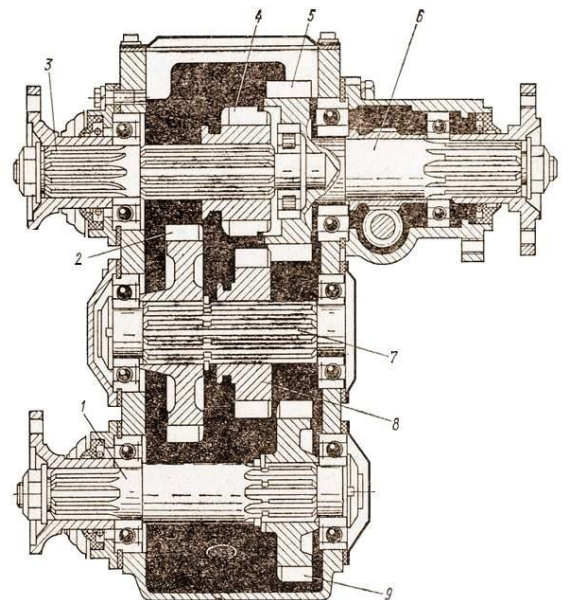

Рис.200
48. Какой агрегат показан на рис.200?
49. Цифрой 3 на рис.200 обозначен:
50. Цифрой 5 на рис.200 обозначена:
51. Цифрой 1 на рис.200 обозначен:
52. Какой цифрой на рис.200 обозначена шестерня включения переднего моста?
53. Цифрой 2 на рис.200 обозначена шестерня:
54. Цифрой 4 на рис. 200 обозначена шестерня:
55. Какой цифрой на рис.200 обозначена шестерня переднего моста?
56. Цифрой 6 на рис.200 обозначен:
57. Цифрой 7 на рис.200 обозначен:
58. Какой цифрой на рис.200 обозначена шестерня-каретка?
крутящий момент на задний мост передается через шестерни (рис.200):
60. В каком ответе правильно указаны шестерни (рис.200), через которые крутящий момент передается на передний мост при, включении понижающей передачи в раздаточной коробке?
61. В каком ответе правильно указаны шестерни (рис.200), через которые крутящий момент передается на задний мост при включении прямой передачи в раздаточной коробке?